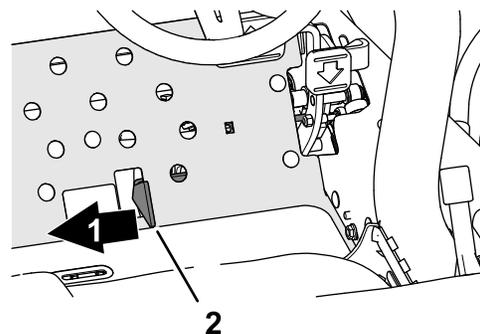

Рисунок 39
4. Переведите движок скашивания/транспортировки вправо в положение Скашивание (Рисунок 39).
- Переведите движок скашивания/транспортировки вправо в положение СКАШИВАНИЕ (Рисунок 39).